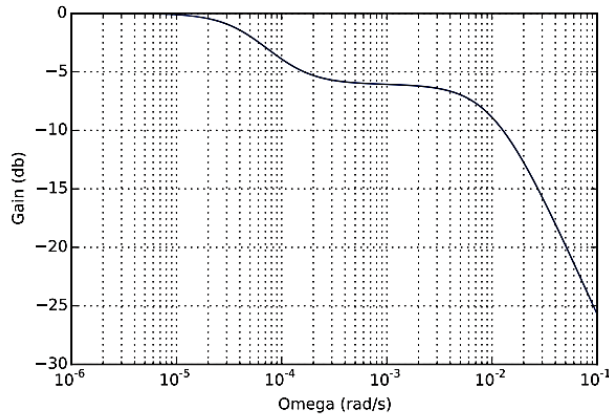

FIGURE 10 – Diagramme de Bode sans isolation
**I.9.b.** En pratique, pour  $\alpha = 200$ , on obtient le diagramme de Bode de la figure 10 du **document réponse**. Mettre clairement en évidence, sur le diagramme de la figure 10 du **document réponse**, des zones rectilignes. Interpréter ces zones et placer trois pulsations particulières  $\omega_1 < \omega_2 < \omega_3$ .